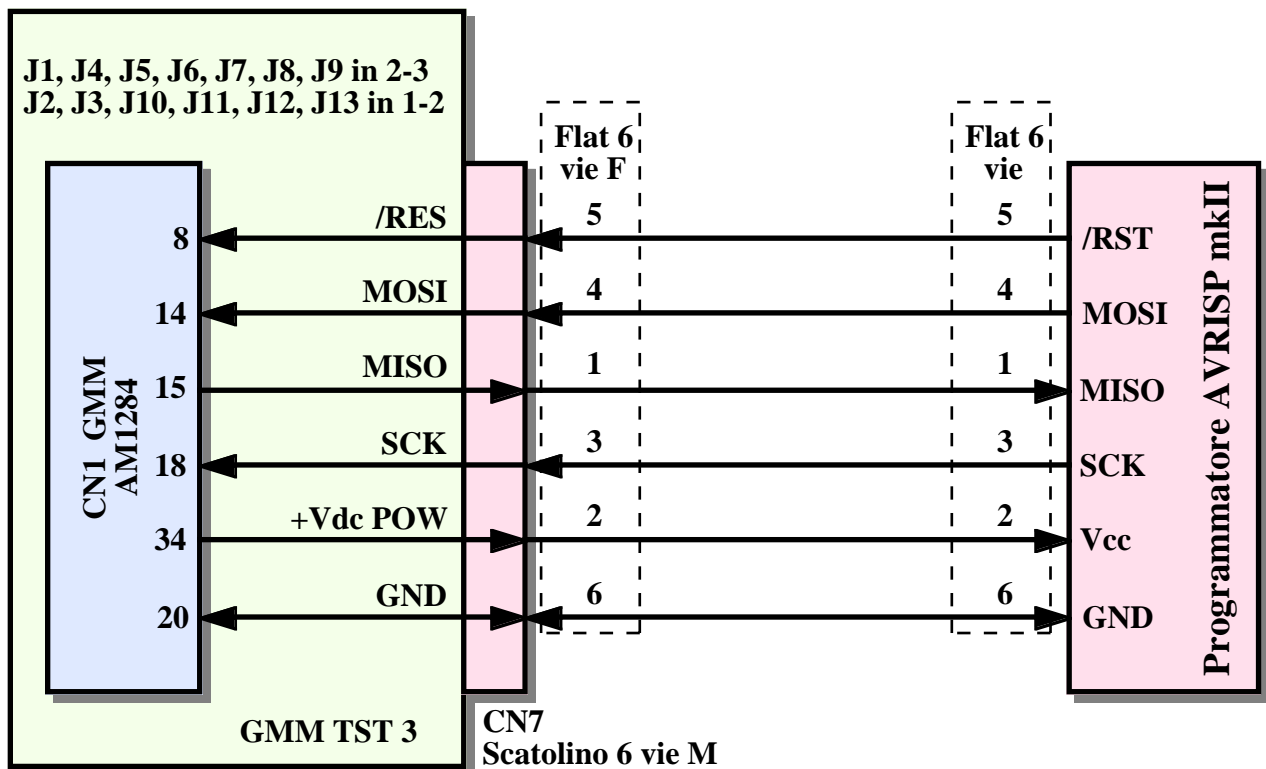

FIGURA D3: COLLEGAMENTO AVRISP MK II
Qualora l'utente disponga della **GMM TST 3** il collegamento si riduce al flat cable a 6 vie dell'**AVRISP mk II** direttamente inserito nel connettore CN7 della scheda, come indicato in figura D4. Inoltre dovrà opportunamente configurare i jumpers della **GMM TST 3** come riportato in figura D3.
- d) Come illustrato nella figura D3 l'interfaccia ISP usa 4 segnali del Mini Modulo e la sua alimentazione. Per questo, durante l'uso dell'**AVRISP mk II** i segnali collegati ai pin 8, 14, 15, 18 dello zoccolo, non possono essere usati dall'utente.